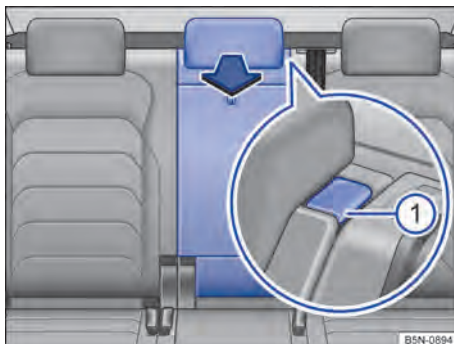

Fig. 198 En el respaldo del asiento trasero: apertura de la trampilla para cargas largas.
- Presione la tecla de desbloqueo → fig. 198 ① y abata la trampilla hacia delante → ⚠.
- Levante la trampilla hacia atrás y presiónela con fuerza en el bloqueo hasta que encastre correctamente → ⚠. La marca roja de la tecla de desbloqueo ya no deberá verse → fig. 198 ①.